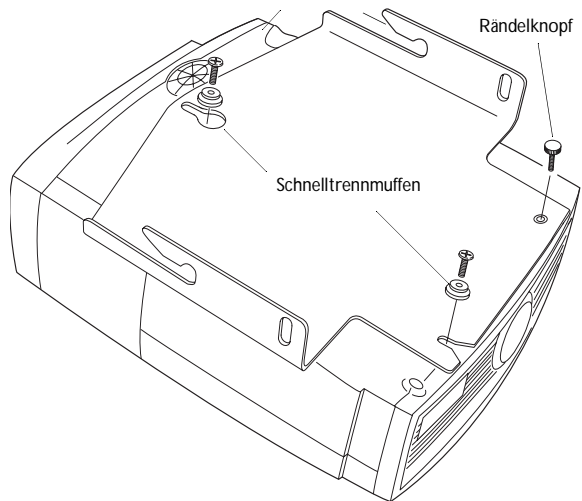

ABBILDUNG 3
- 2 Führen Sie die beiden Schrauben in die beiden Schnelltrennmuffen ein (Abbildung 3).
- 3 Befestigen Sie die Schrauben und Muffen in den Löchern vorne am Projektor, wie in Abbildung 3 gezeigt. Achten Sie darauf, daß Sie die Schrauben nicht zu fest anziehen.
- 5 Befestigen Sie den 8-mm-Rändelknopf am Projektor an der in Abbildung 3 gezeigten Stelle.